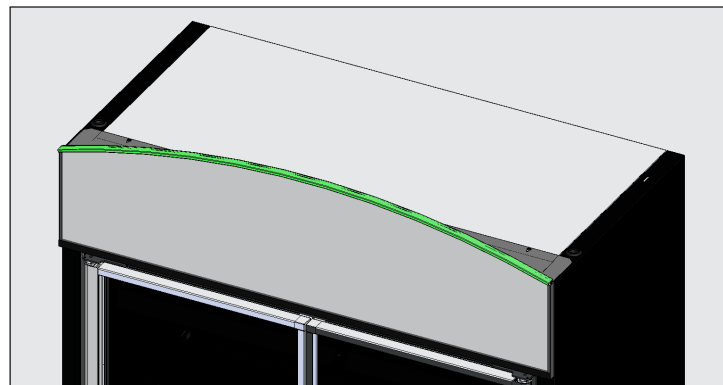

Рис. 5. Установка панели с вывеской в сборе.
6. Затяните крепеж опорного кронштейна. См. рис. 5.